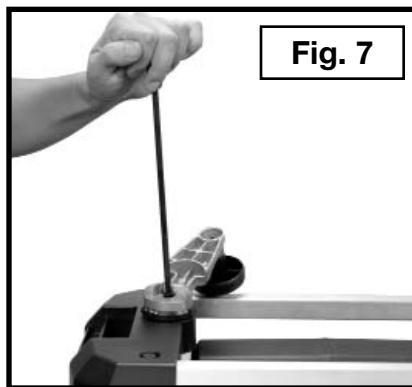

Fig. 7
2. Au moyen d'une vis à tête creuse étoilée M6 x 20 mm et d'une rondelle de blocage, assembler la poignée de réglage du porte-lame à la tige avec la clé fournie (fig. 7).